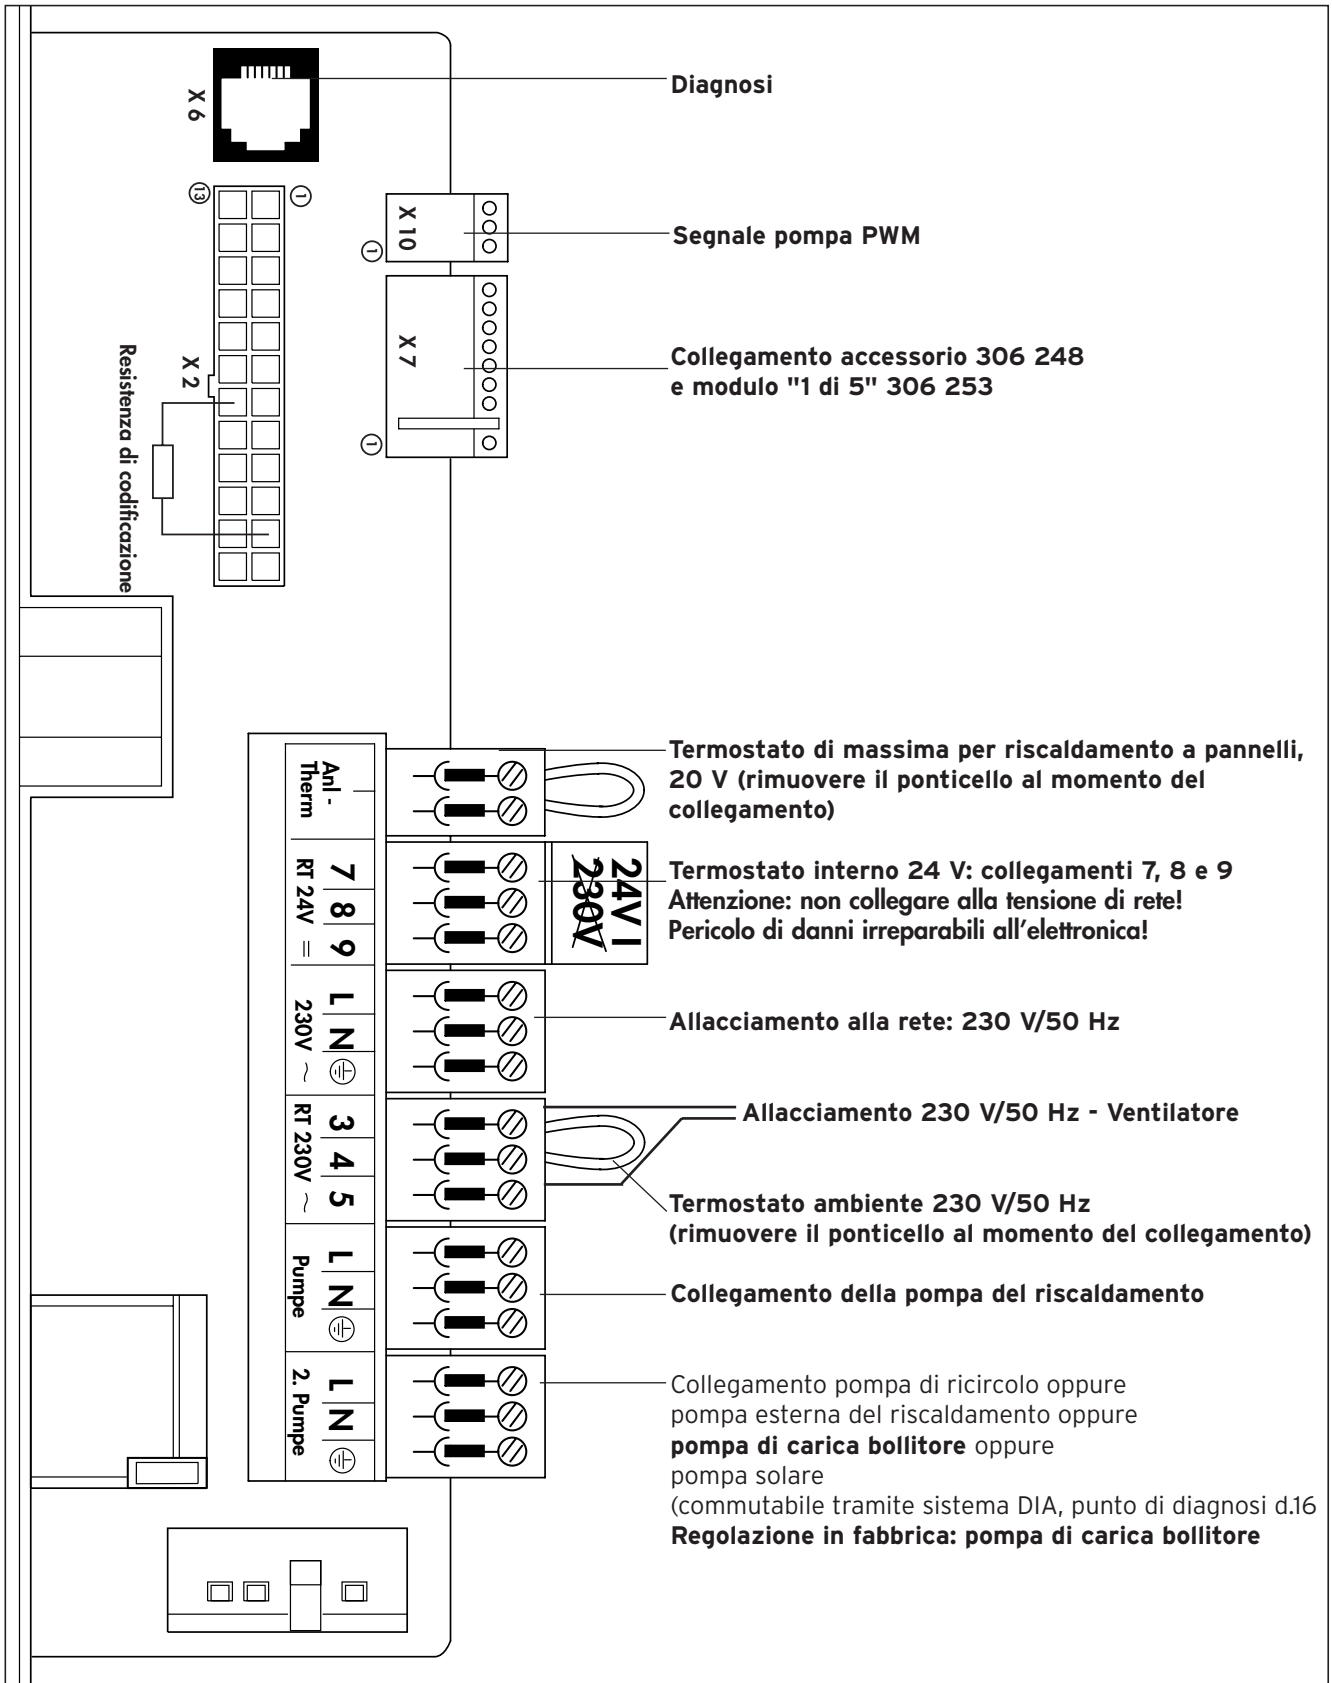

Fig. 4.12 Schema dei collegamenti ecoBLOCK VM 466
- Collegare i cavi alle relative spine ProE o negli slot dell'apparato elettronico, come descritto nella fig. 4.12.